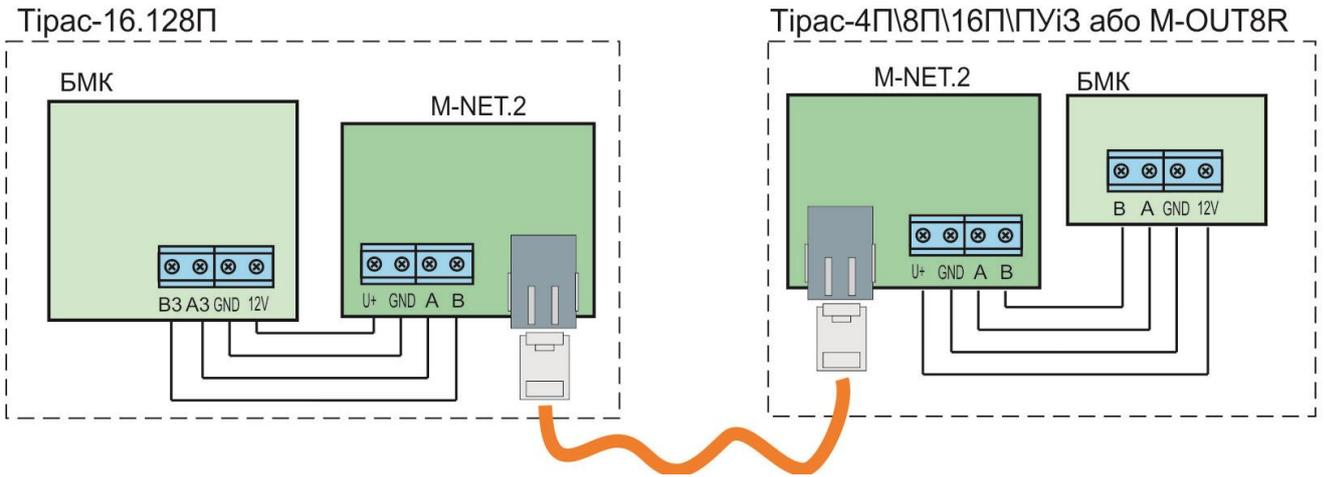
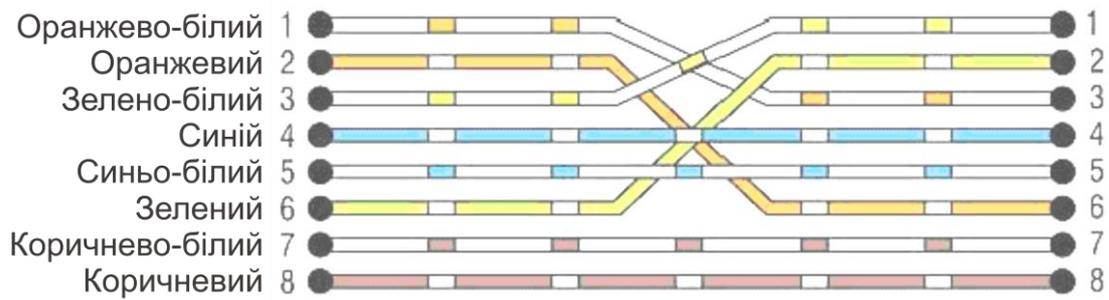

Рисунок 8.1 – Пряме підключення пристроїв
Рисунок 8.2 – Перехресний кабель Ethernet (кросс-кабель)
- З'єднати перехресним Ethernet-кабелем (рис. 8.2) пристрій та ПК;
1. **Пряме** (рис. 8.1 та рис. 8.2) за допомогою перехресного Ethernet кабелю (кросс-кабель);